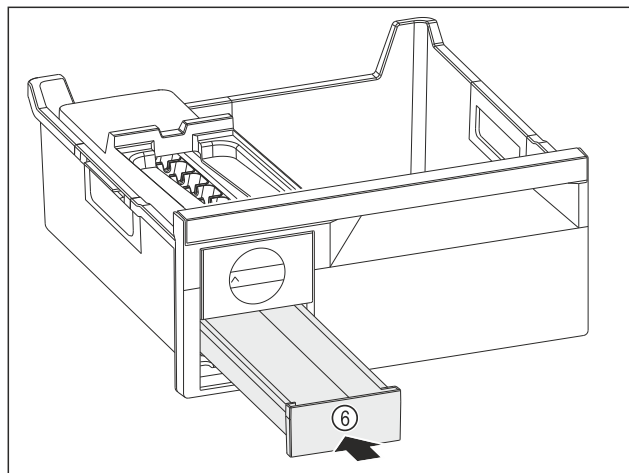

Fig. 146
- ▶ Predal za ledene kocke Fig. 146 (6) potisnite noter.